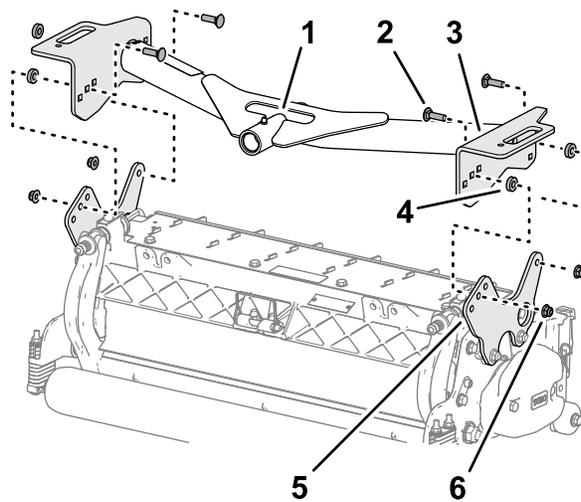

図 19
1. 前キャリアフレームのプレート穴を、カuttingユニットの取り付けプレートの穴に合わせる図 19。
2. スペーサをキャリアプレートと取り付けプレートの間に合わせ図 19、プレートとスペーサを仮止めするキャリッジボルト $\frac{3}{8}$  x 1 $\frac{1}{4}$ "、ワッシャ、フランジロックナット $\frac{3}{8}$ "を使用する。